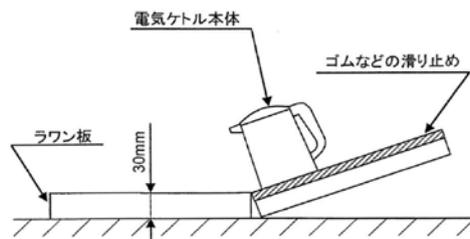

図 2 転倒流水試験の方法^{*2}
JIS の「転倒流水試験」を準用して行い(図 2 参照)、転倒方向は注ぎ口に対して前後左右の 4 方向とした。
- *1: 転倒流水試験の概要 電気ケトルに定格容量の水を入れ、図2に示す水平に保った台の上に本体を載せ静かに傾け、ラワン板上に転倒させ10秒間の流出水量を測定する。基準流出水量は50ml以下。
② 表面温度測定